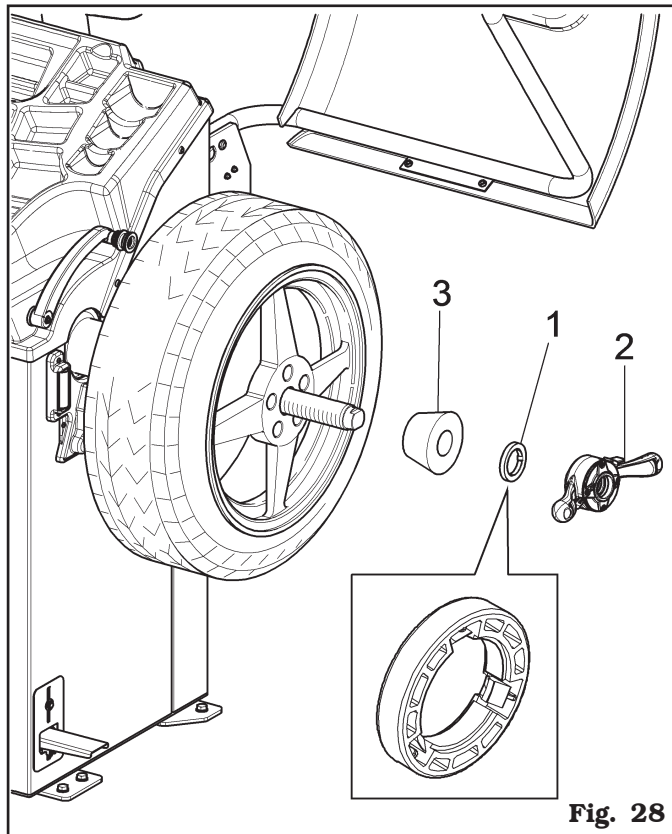

Fig. 28
7. Montera konen (**Fig. 28 ref. 3**) med den smalare delen vänd mot hjulet.
8. Sätt i pressringen (**Fig. 28 ref. 1**) i ansatsringen (**Fig. 28 ref. 2**) och fäst konen (**Fig. 28 ref. 3**).
PRESSRINGEN (FIG. 28 REF. 1) SKA MONTERAS MED KUGGSIDAN VÄND MOT STOPP-RINGEN (FIG. 28 REF. 2).